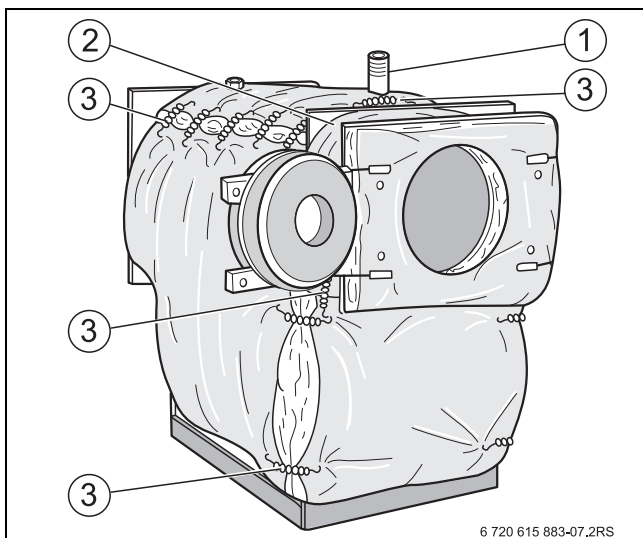

Fig. 10 Montarea și fixarea izolației termice
- ▶ Așezați izolația termică, suprapusă pe partea de sus, în jurul blocului cazanului și fixați-o sus cu 5 arcuri de prindere [3] (→ fig. 10, pagina 17).
- ▶ Închideți decupajul pentru protecția la lipsă apă [1] cu 2 arcuri de prindere [3] (→ fig. 10, pagina 17).
- ▶ Așezați izolația termică frontală sub peretele frontal al blocului cazanului și fixați-o cu 2 arcuri de prindere [3] în partea dreaptă și în partea stângă pe izolația termică circumferențială (→ fig. 10, pagina 17).
- ▶ Așezați benzile izolației termice [2] în partea superioară în jurul inelului corpului cazanului și fixați-le cu 2 arcuri de prindere [3] în partea dreaptă și stângă pe partea inferioară a izolației termice frontale (→ fig. 10, pagina 17).